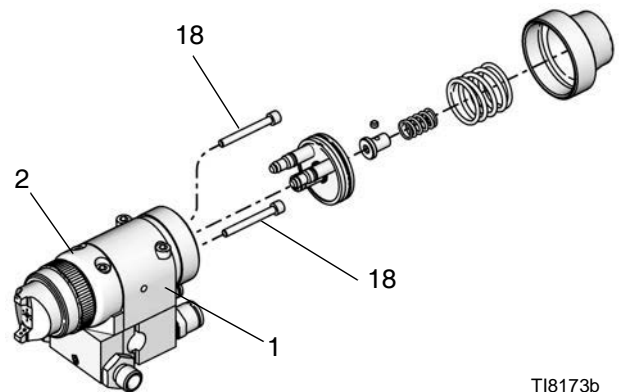

图 16: 垫圈维修
9. 卸下活塞。用钳子从活塞壳体 (1) 中拉出活塞 (20)。参见图 16。
10. 如果要更换垫片 (15)，拧开两个螺丝 (18)，将流体室 (2) 与活塞壳体 (1) 分开。检查垫片 (16)，必要时予以更换。